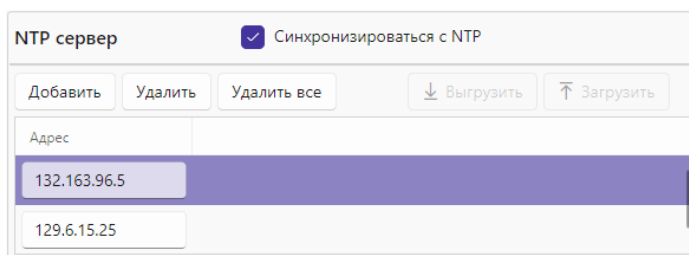

Рисунок 9.5.4 – настройка NTP
**автоматическая** – выберете соответствующий маркер, добавьте адрес NTP сервера или нескольких серверов, нажмите **Загрузить** (см. рисунок 9.5.4).